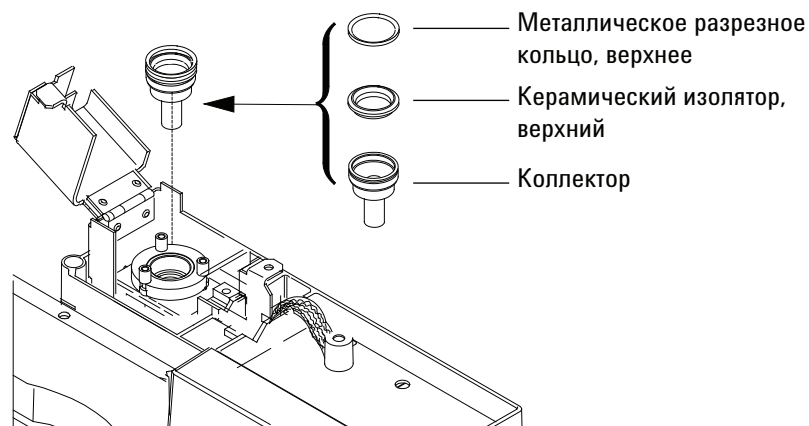

Рис. 6 Коллектор АФД, верхний изолятор и металлическое разрезное кольцо.
- 20 Установите нижнее металлическое разрезное кольцо, нижний керамический изолятор и верхнее металлическое разрезное кольцо. См. Рис. 6.